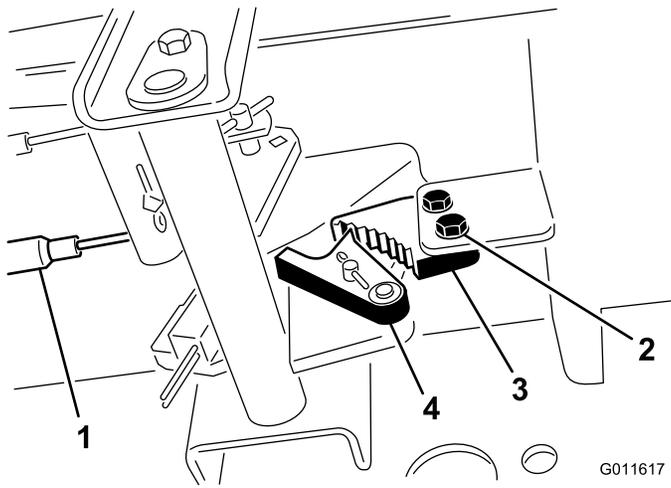

图66
- 松开将驻车刹车闸固定到机架的 2 个螺钉（图66）。
2. 向前踩驻车刹车踏板，直到刹车卡槽完全接合刹车闸（图66）。